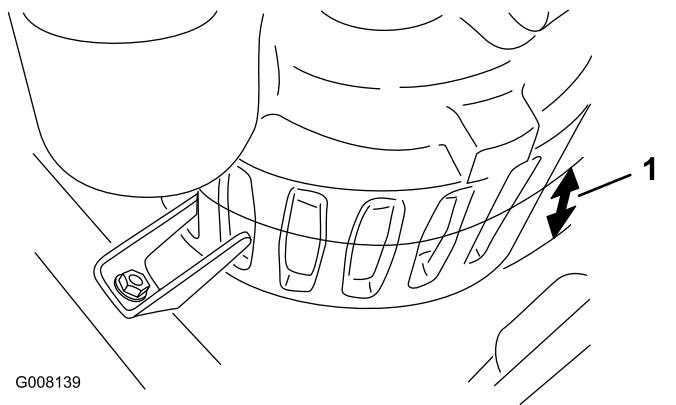

Figura 8
1. Misurate la profondità dell'acqua nella parte più bassa del bunker. Se è inferiore a ca. 63,5 mm (a metà delle scanalature sulla pompa), praticate un foro di ca. 30,5 cm x 30,5 cm per 5-7,6 cm di profondità per calarvi la pompa (Figura 8).